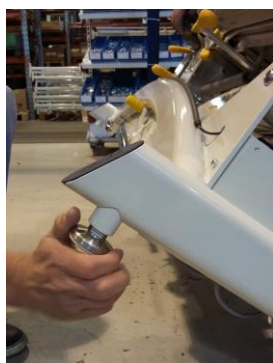

Bild 5: Skruva fast justeringsfötterna
3. Skruva fast justeringsfötterna (Bild 5).